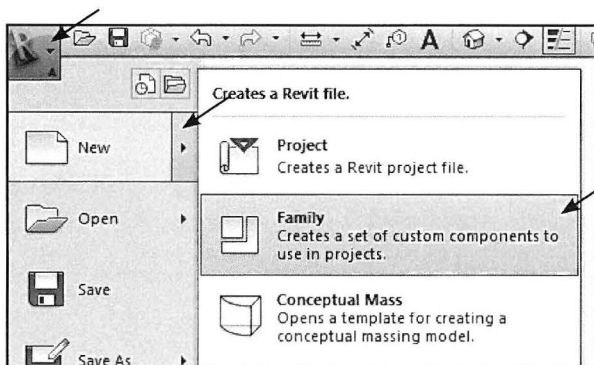

Fig. 14.19. Opret en ny familie: *Application Menu - New - Family*.
- Tryk *Application Menu - New - Family* (Fig. 14.19).